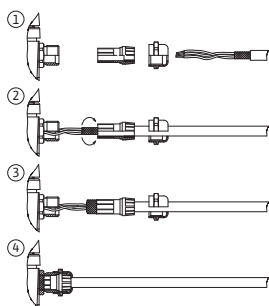

Fig. 25: Oklop
Oklop se povezuje na kablovski uvodnik na elektronskom modulu. Vidi Fig. 25.
Kablovi za digitalne ulaze, analogne ulaze i komunikaciju preko sabirnica moraju biti oklopljeni preko metalnih navojnih priključaka kablova kablovskog uvodnika (Fig. 19, poz. 4, 5 i 6). Za oklop vidi Fig. 25.
1. Pomoću alata (npr. odvijačem) pažljivo otvoriti kukice za zabavljivanje (Fig. 25).